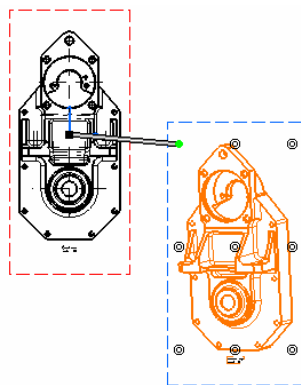

图 6-237
- 按住鼠标左键拖拽方向定位直线的绿色端点可以进行视图的旋转。单击轴测视图中某一个定位点，则绿色端点将移动到此定位点上，如图 6-237 所示。